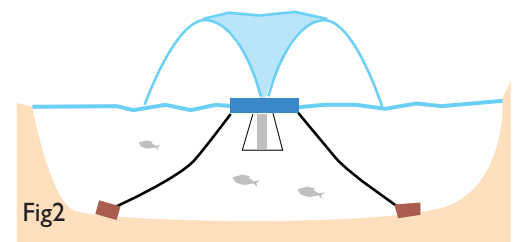

Fig2
- Fig 2 - Amarrage par brins mous et poids.